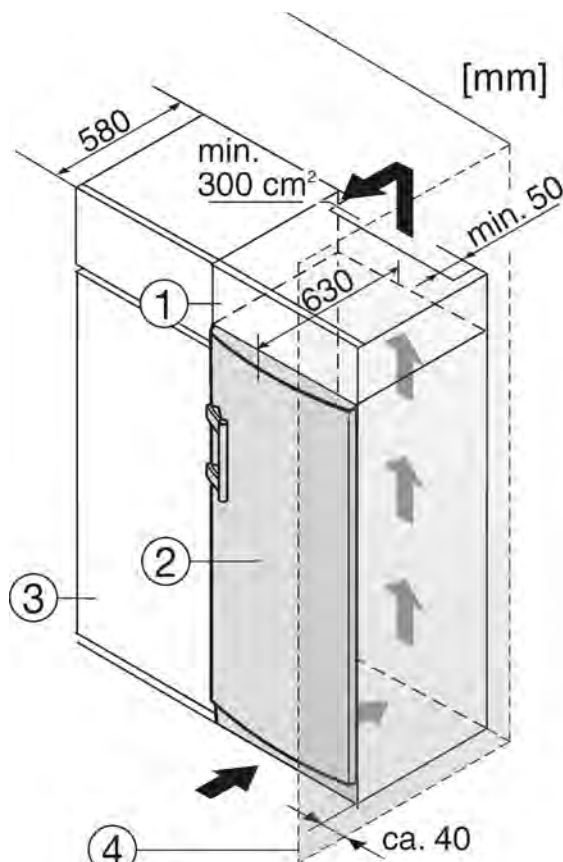

Fig. 8
(1) Szafka nasadzana
(2) Urządzenie
(3) Szafka kuchenna
(4) Ściana
W przypadku obudowania standardowymi szafkami kuchennymi (głębokość maks. 580 mm) urządzenie można ustawić bezpośrednio obok szafki kuchennej *Fig. 8 (3)*. Drzwi urządzenia wystają z boku o 34 mm i na środku urządzenia o 50 mm w stosunku do frontu szafek kuchennych. Dzięki temu można je bez problemu otwierać i zamykać.
Jeżeli urządzenie będzie ustawiane z zawiasami do ściany *Fig. 8 (4)*, to pomiędzy urządzeniem i ścianą należy zachować minimalny odstęp, wynoszący 40 mm. Na taką odległość wystaje klamka przy otwartych drzwiach.